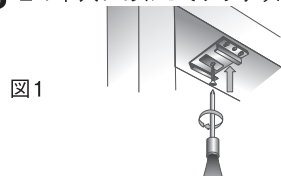
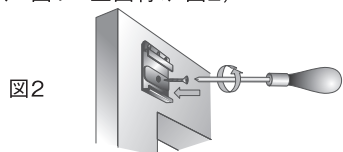

図1
図2
- 3 2の下穴にあわせてブラケットを取付けて下さい。(天井付け: 図1 正面付け: 図2)